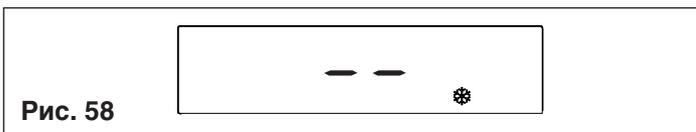

Рис. 58
- Защита от замерзания (рис. 58): когда температура воды в котле опустится ниже безопасного уровня, включится циркуляционный насос и горелка на минимальной мощности, чтобы довести температуру воды до безопасного уровня (35 °С). На дисплее загорится символ .